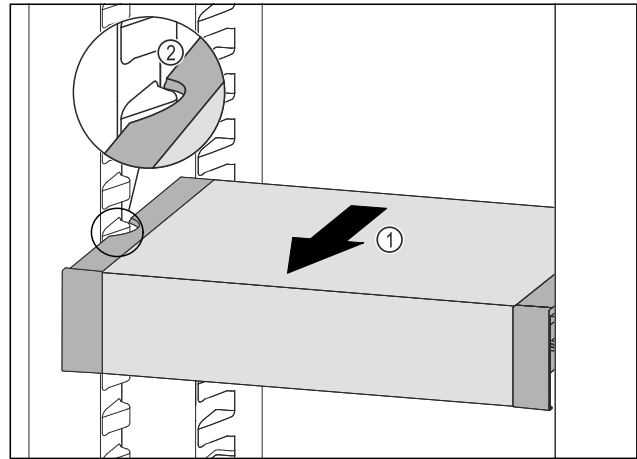

Fig. 110
- ▶ Tirer le VarioSafe vers l'avant Fig. 110 (1) jusqu'à ce que les encoches latérales du VarioSafe se trouvent au niveau de la nervure du bac dans la partie réfrigérateur. Fig. 110 (2)